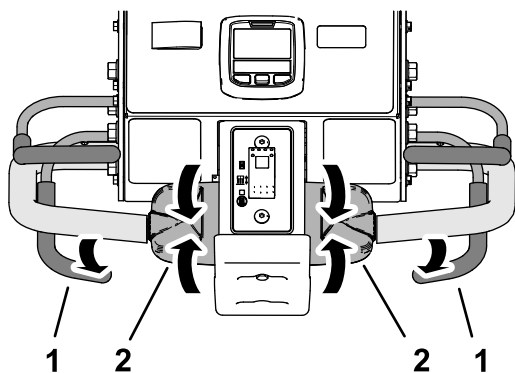

図 96
1. コアリングヘッドが降りている場合には上昇させる 図 96。